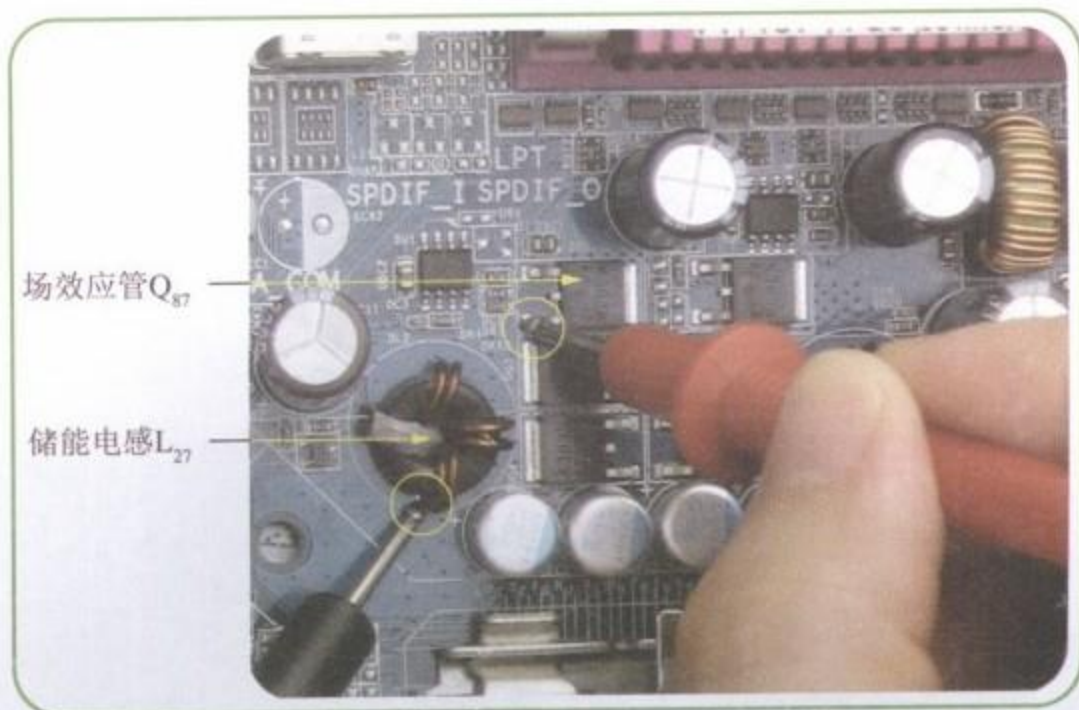

图8-55 测量高端门场效应管 Q_{87} 的S极连接的储能电感
Step 03 测量高端门场效应管 Q_{87} 的S极连接的储能电感 L_{27} 的线路, 如图8-55所示。